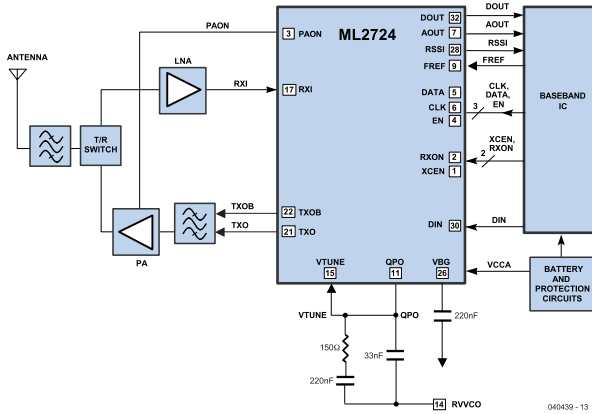

Figure 2.
*Noise code, PN code*) sont envoyées à l'antenne sous forme d'un pseudo-signal de bruit (**figure 2**). L'intensité d'émission est inférieure à la limite du bruit. Le signal ne peut plus être reçu que par des stations disposant du même code PN. La largeur du signal HF produit par l'étalement d'un signal de 2 Mbits/s avec un code PN de 11 chiffres atteint 22 MHz !